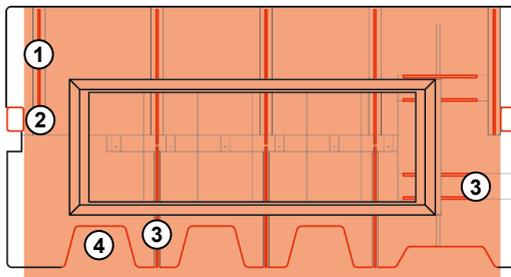
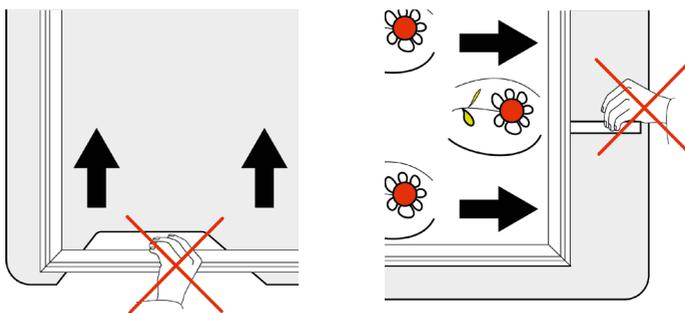

Figura 13: Área de operación del pantógrafo
Figura 14: Lugares de peligro por contusión en el marco del pantógrafo
**- Atención! - Alta velocidad de desplazamiento del pantógrafo! En la superficie de operación del pantógrafo (Figura 13), no se apoye ni se requete en el tablero de la mesa o en la escotadura del tablero! En caso de contacto, los movimientos rápidos del pantógrafo pueden causarle contusiones, magulladoras y lesiones graves! Ver (Figura 14).**
No meta los dedos en el interior de los soportes (2), en las escotaduras del tablero (4) o en las ranuras de conducción del pantógrafo (1), (3) -aquí corre peligro de lesión! Ver también (Figura 14).